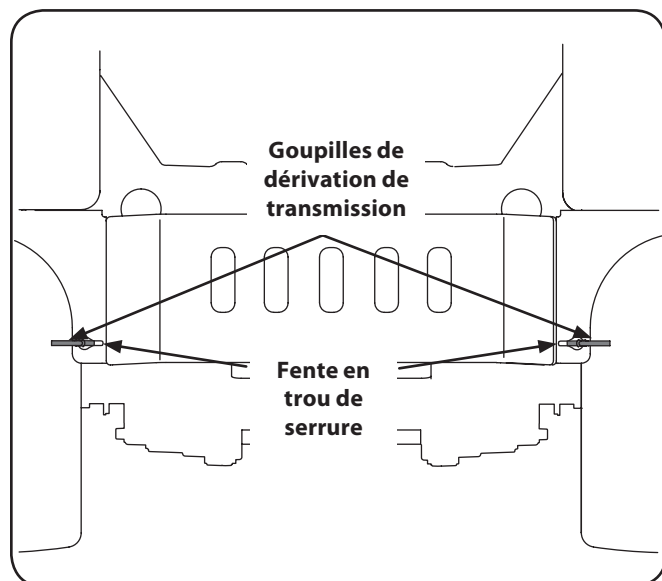

Figure 3-1
4. Engagez les goupilles de dérivation de transmission de chaque côté du tracteur, puis faites rouler prudemment celui-ci hors de la palette. Les goupilles de dérivation de transmission (une pour chaque transmission à gauche et à droite) sont situées à l'arrière du tracteur, juste à l'intérieur de chaque roue arrière. Désengagez les goupilles de dérivation. Consultez la figure 3-1.